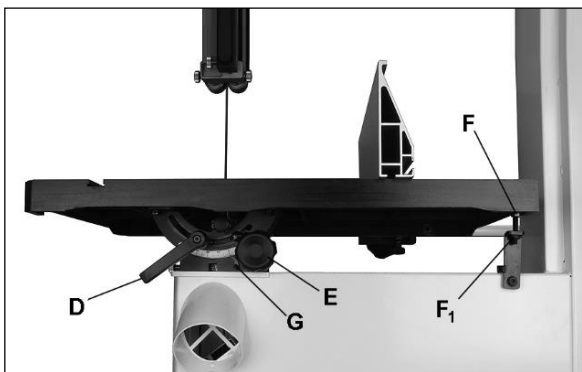

Fig 15
Pour incliner la table, desserrez la poignée de verrouillage (D, Fig 15) et tournez le bouton (E).
Desserrez l'écrou (F1, Fig 15) pour régler l'arrêt.